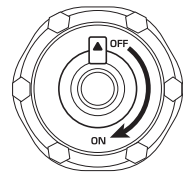

Abb. 3
7. Lassen Sie den Generator nach dem Stoppen vollständig abkühlen und schließen Sie die Entlüftungsöffnung am Tankdeckel (auf „OFF“ stellen, wie in Abb. 3